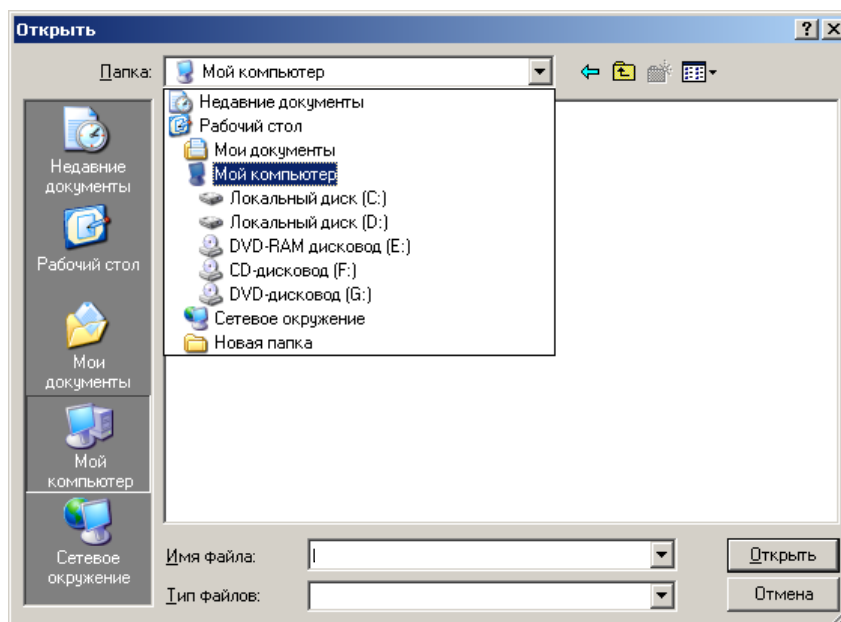

Рисунок 18
- 3) Нажать кнопку «Сменить прошивку» в окне программы Omnicomm Configurator. Откроется окно (Рисунок 18), в котором указать путь к файлу новой версии встроенного программного обеспечения, выбрать файл и нажать кнопку «Открыть».